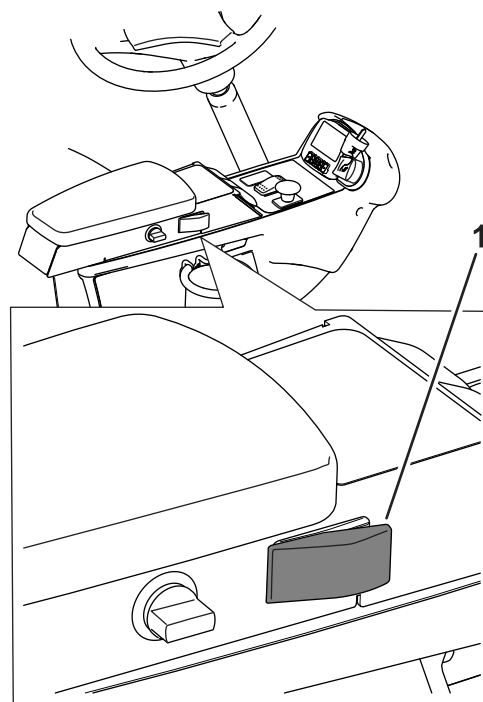
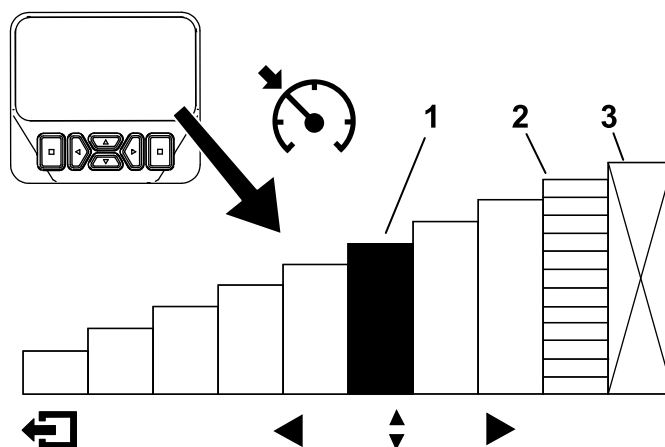

Figure 33
Figure 34
Après avoir activé la commande du régulateur de vitesse et programmé la vitesse (Figure 33), utilisez l'InfoCenter pour régler la vitesse du régulateur de vitesse (Figure 6 et Figure 34).
1. Placez la commande du régulateur de vitesse en position activée sur la console (Figure 33).
2. Utilisez l'affichage de l'InfoCenter pour régler la vitesse du régulateur de vitesse (Figure 34).